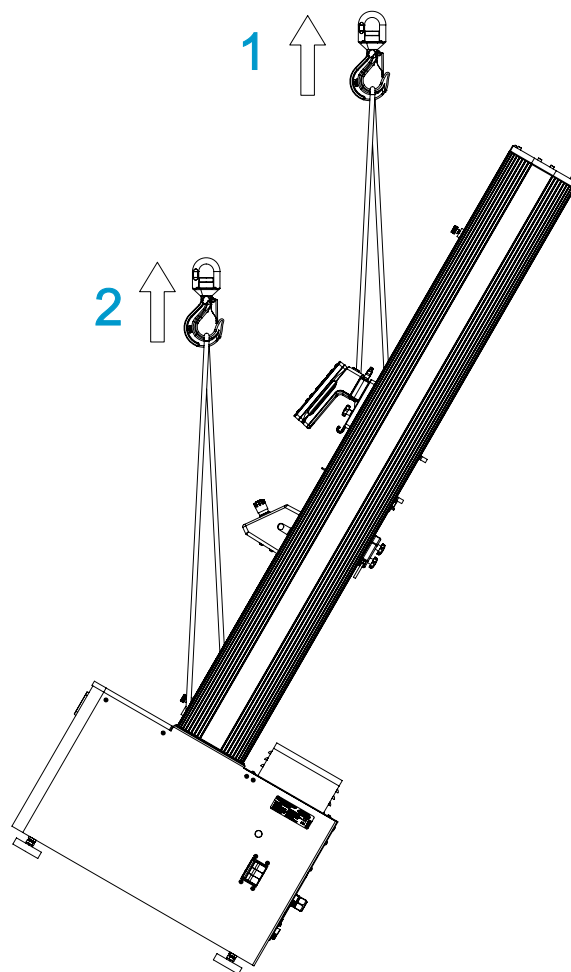

Figura 18. Raddrizzamento di un telaio di prova di carico con una gru
Consultare Figura 18 a pagina 70.
2. Collegare le due cinghie di sollevamento alla traversa e fissarle al gancio della gru come mostrato in Figura 18 a pagina 70. Se si utilizzano catene al posto di cinghie
3. Installare due bulloni del paranco M16 nella base del telaio e collegare due cinghie aggiuntive ai bulloni, come mostrato in Figura 18 a pagina 70.
Legenda per Figura 18